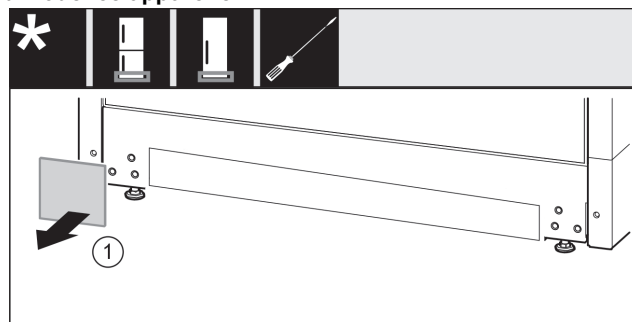

Fig. 17
- Retirer le cache. Fig. 17 (1)